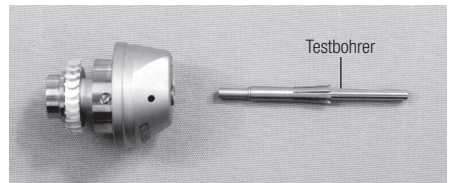

Abb. 20
- 1) Eine dünne, oberflächliche Ölschicht auf das neue oder gereinigte Spannfutter auftragen, Testbohrer einsetzen und Spannfutter in den Rotorschaft drücken. (Abb. 20)